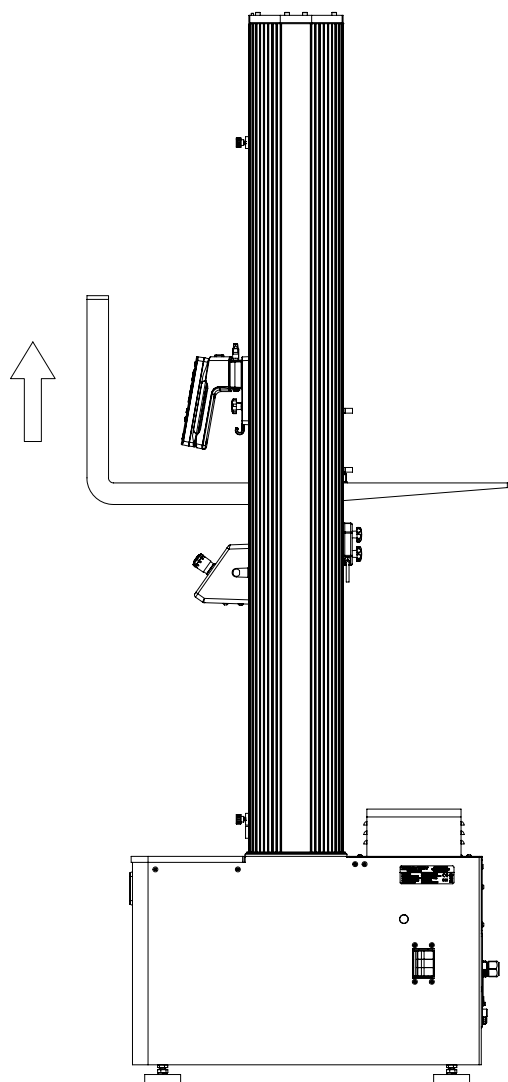

Figura 22. Sollevamento del telaio dalla traversa
1. Usando un carrello elevatore a forche imbottite o con un materiale di protezione intorno alla traversa, inserire con cautela le forche sotto la traversa, tra le colonne. Vedere Figura 22 a pagina 76.